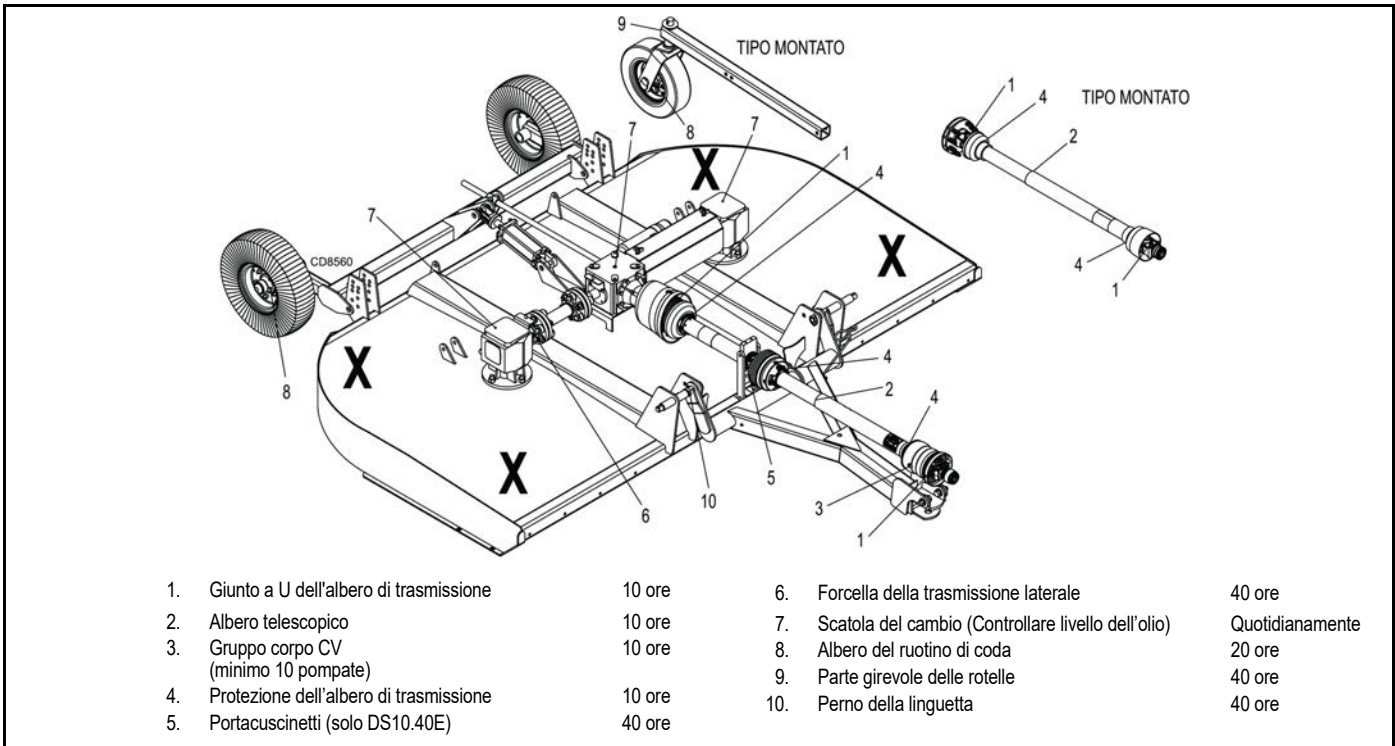

Figura 11. Posizionamento dei blocchi sollevatori e punti di lubrificazione
1. I blocchi sollevatori con capacità di carico di 453,6 kg (1000 lbs) o superiore sono l'unico dispositivo di blocco approvato per questa trinciatrice. Installare un minimo di quattro blocchi sollevatori (indicati dalle X nella Figura 11) sotto la trinciatrice prima di lavorare sotto l'unità.
Consultare la Figura 11 per informazioni sui punti e sulla frequenza di lubrificazione in condizioni normali di funzionamento. In condizioni estreme o insolite, potrebbe essere necessaria una lubrificazione più frequente.
2. Sollevare la trinciatrice e bloccarla in modo sicuro. (Vedere Figura 11).
3. Allineare la traversa (5) con il foro di accesso della lama nel telaio della trinciatrice. Rimuovere la vite a testa cilindrica (27), il gancio di fissaggio del perno della lama (13), la piastra con foro a buco della serratura (12) e le piastre forate (10 e 11). Estrarre con attenzione il perno della lama (9) dalla traversa.
4. Ruotare la traversa (5) e ripetere l'operazione per la lama opposta.